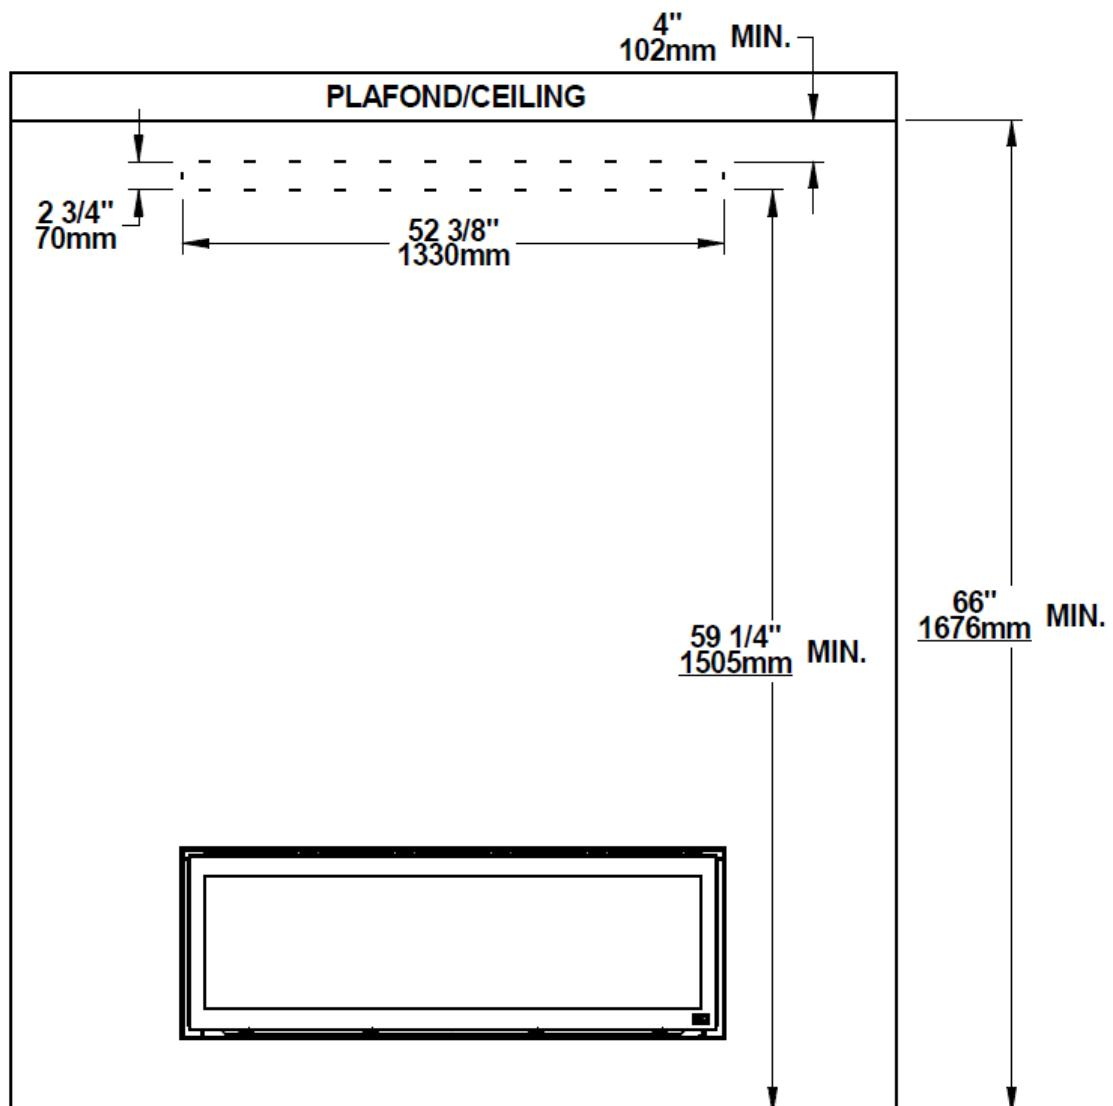

Figure 1 : Emplacement de la grille d'aération pour réduction de la hauteur de plafond
Déterminer l'emplacement de la grille d'aération (A) au-dessus du foyer selon la Figure 1. L'ensemble du châssis et de l'enceinte avant du foyer doivent être fait de matériau non-combustible.
1. Construire un châssis **non combustible** selon les dimensions montrées sur la Figure 1.
2. Fixer la grille d'aération (A) sur le cadre en utilisant 4 vis #10 de longueur 1po dans les trous oblongs.